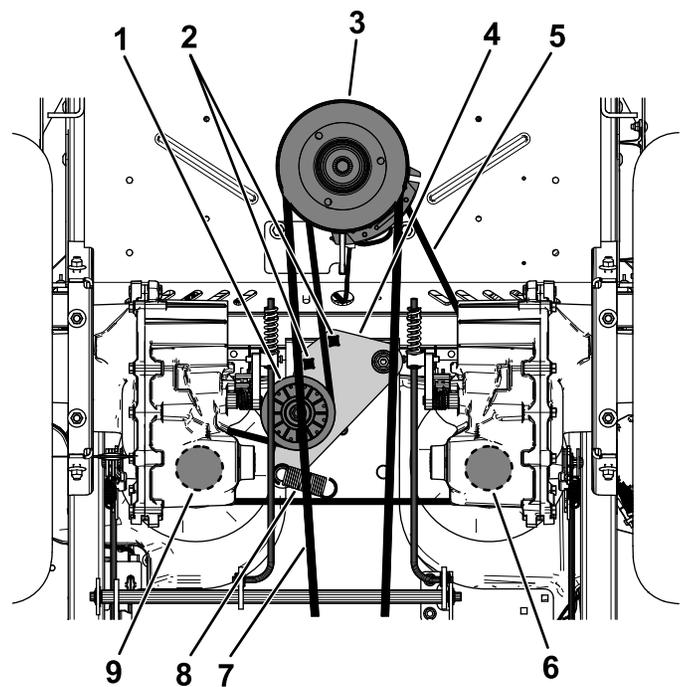

Рисунок 62
5. Вставьте ключ с храповым механизмом на $\frac{1}{2}$ дюйма или монтировку в одно из квадратных отверстий рычага натяжного ролика, чтобы снять натяжение с пружины натяжного ролика (Рисунок 62).
6. Снимите имеющийся ремень с натяжного ролика, 2 шкивов привода гидравлических насосов и шкива двигателя (Рисунок 62).
7. Проложите новый ремень вокруг натяжного ролика, шкива двигателя и 2 шкивов гидравлических насосов (Рисунок 62).